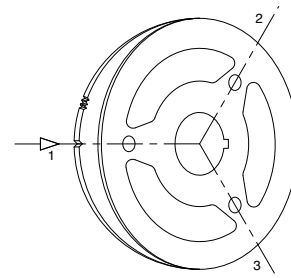

Fig. 28b:
- b. Moteur à trois cylindres (Whisper 10). Après avoir ajusté les soupapes du cylindre n° 1, exercer une rotation du vilebrequin à 240 degrés dans le sens des aiguilles d'une montre du PMH du cylindre n° 1 au PMH du cylindre n° 3 (position 2 de la fig. 28b par rapport à l'encoche). Ajuster les soupapes du cylindre n° 3 et exercer une rotation supplémentaire du vilebrequin à 240 degrés dans le sens des aiguilles d'une montre au PMH du cylindre n° 2, puis ajuster les soupapes (position 3 de la fig. 28b par rapport à l'encoche).